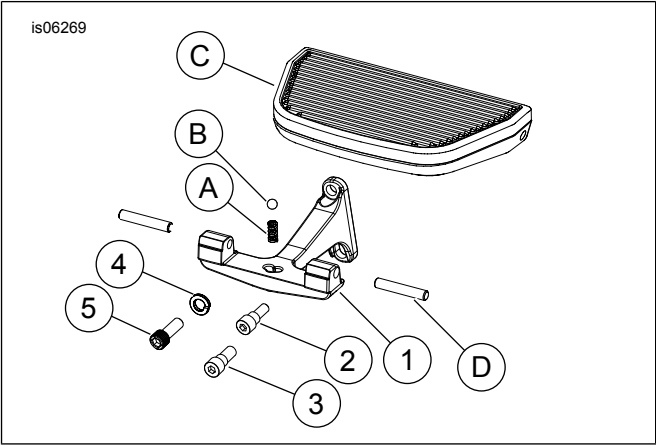

Figura 2. Piezas de servicio: Soporte cromado de la placa apoyapiés del pasajero
Vea Figura 2 y Tabla 1.
1. Vea Figura 2 y Tabla 1. Con la placa apoyapiés del pasajero (C) en la posición hacia abajo, tire del lado interior de la almohadilla de caucho del inserto para quitarla de la placa apoyapiés y dejar expuestos los pasadores de pivote (D).
2. Saque un pasador de pivote del agujero de pivote de la pieza de soporte hacia dentro de la cavidad central de la base de la placa apoyapiés, extraiga el pasador y póngalo a un lado. Repita en el segundo pasador. Teniendo cuidado de no perder la bola de retén con acción de resorte (B) ubicada debajo, ponga el conjunto de la placa apoyapiés a un lado. Quite la bola de retén y el resorte (A) y póngalos a un lado.
1. Vea Figura 2. Inserte el perno con reborde (2) o (3) a través de la ranura en la pieza de soporte de la placa apoyapiés (1). Apriete los pernos a 5–8 N·m (48–72 in-lbs).
- a. **Modelos de 2010 y posteriores:** Enrosque el perno con reborde de 5/16 pulg. (2) dentro del agujero **más bajo** en la pieza de soporte del brazo oscilante trasero de la estructura.
- b. **Modelos de 2009 y anteriores:** Enrosque el perno con reborde de 3/8 pulg. (3) dentro del **segundo** agujero más bajo en la pieza de soporte del brazo oscilante trasero de la estructura.
2. Instale el tornillo superior (5) y la arandela de seguridad (4) a la altura deseada, a través de la pieza de soporte de la placa apoyapiés (1). Apriete el tornillo a 49–56 N·m (36–42 ft-lbs).